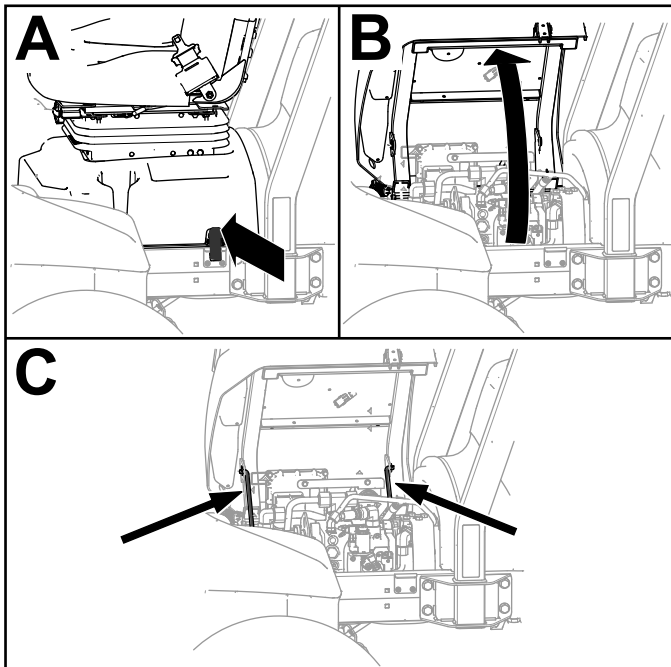

Figure 134
2. Déverrouillez la base du siège, basculez-la en et soutenez-la avec les béquilles (Figure 134).